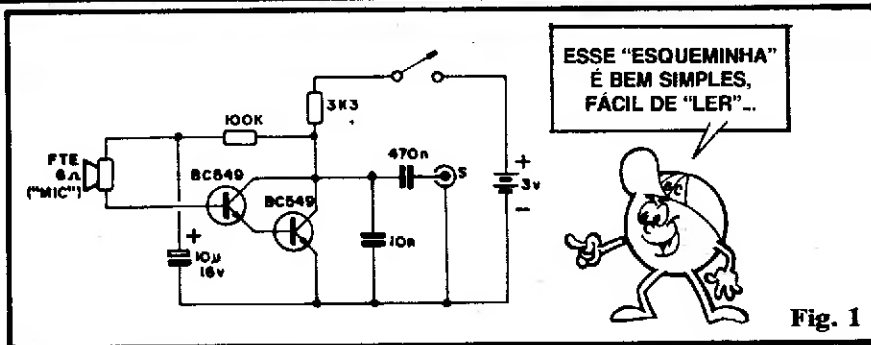

Fig. 1
- **FIG. 1** - Transistor de Efeito de Campo MOS (Metal Oxide Semiconductor). Uma finíssima camada de óxido metálico (daí o nome) é incorporada na construção interna desse tipo especial de TEC, fazendo com que a impedância de entrada (já normalmente alta, nos TECs "comuns", de junção...) torne-se elevadíssima, na casa das centenas de megohms. São fabricados tanto com o canal "N" co-
- FIG. 1 - "Esquema" do circuitinho, já incluindo, naturalmente, o próprio mini-alto-falante usado para "traduzir" o som em sinais elétricos... A estrutura é muito simples, e suas bases conceituais já foram estudadas em recentes "Aulas" do ABC... Nenhuma das peças apresenta qualquer tipo de "dificuldade", tanto no seu reconhecimento, identificação de terminais e valores, por parte do Leitor/"Aluno", quanto na pró-